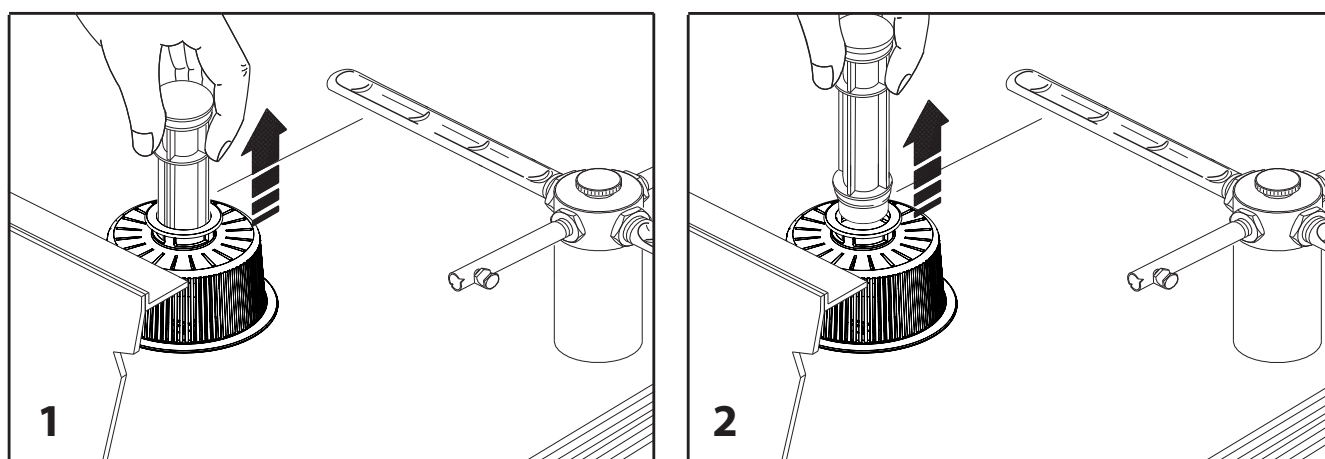

Fig. 16
2. quite el tubo de demasiado lleno (fig. 16)
3. si el lavavajillas está dotado de bomba de descarga, antes de apagarla quite el tubo demasiado lleno (fig. 16) y accione la bomba mediante la TECLA BOMBA DE DESCARGA (consulte el apart. 4.6). Al finalizar la descarga el lavavajillas se apaga. Desconéctelo de la red eléctrica.